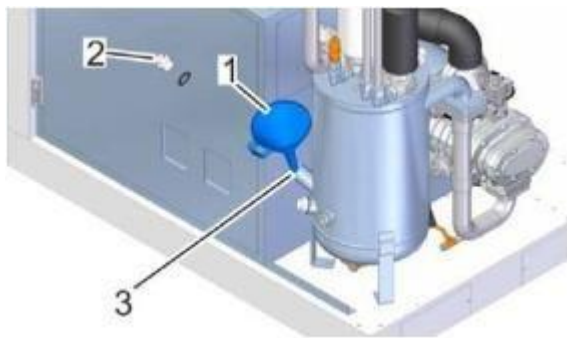

Рис. 35: Заправочный патрубок
6. ➔ С помощью воронки (Рис. 35 поз.1) залейте масло до соответствующего уровня заправочного патрубка (Рис. 35 поз. 3).
8. ➔ Верните на место пробку наливного отверстия (Рис. 35 поз.2) и закрутите.